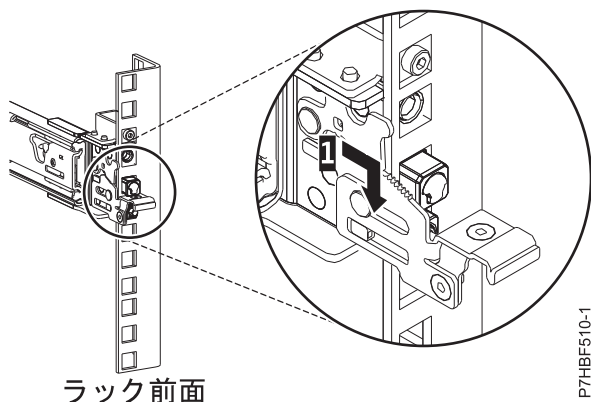

図 5. ラックの前面レールに取り付けられたピン
6. スライド・レールを前方に引き、レール前部の 3 つのピンを、事前にマークを付けた、選択済みの EIA 単位の 穴に挿入します。スライド・レールを下方に下げて (1)、中央のピンのフック機構を噛み合わせます。詳しくは、6 ページの図 5 を参照してください。